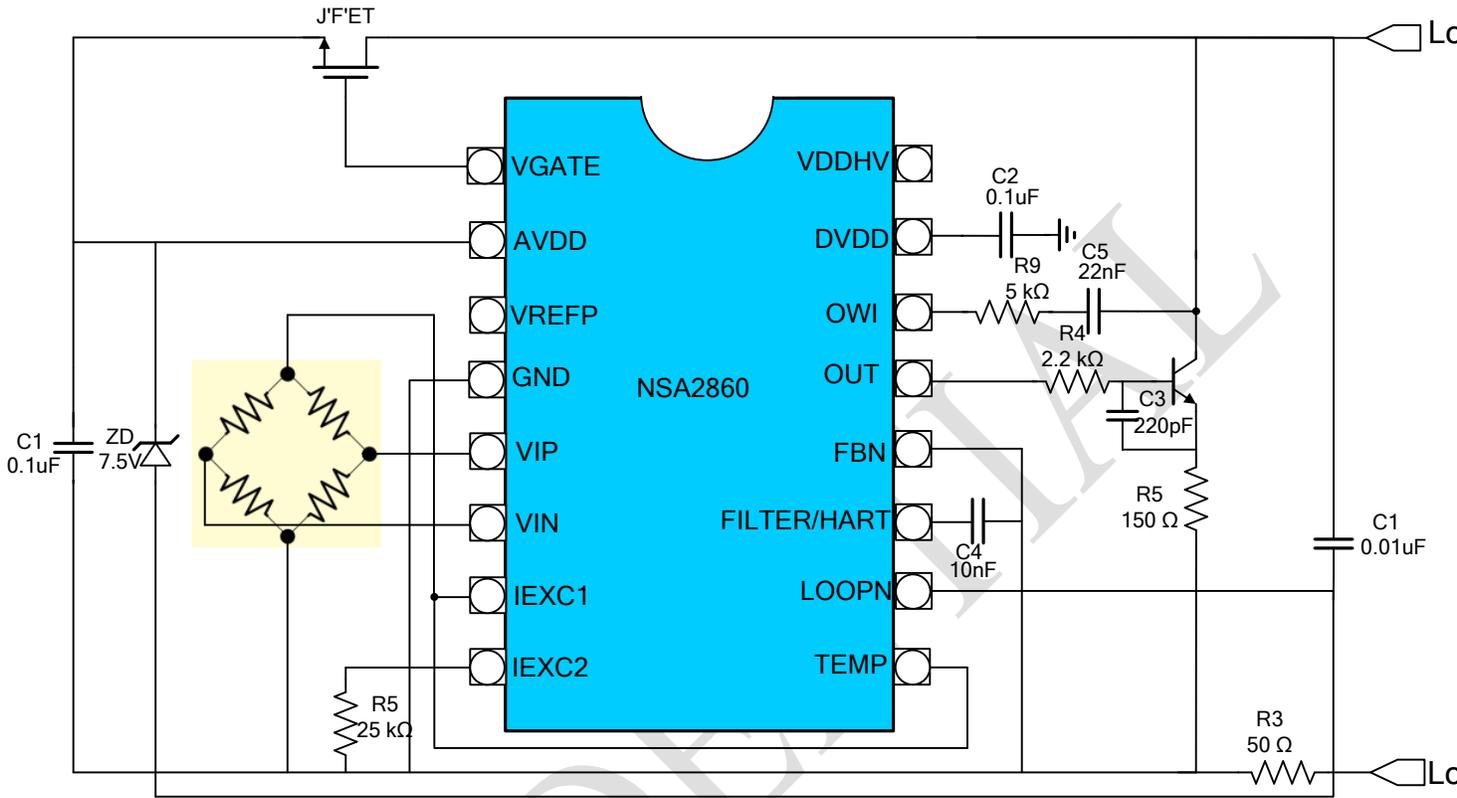

图 7.3 4~20mA 输出压力变送器(JFET)
1.3	<ol style="list-style-type: none"><li>1. 修改TSSOP20的两个引脚号, 把LOOPN和FILTER/HART的引脚号对调</li><li>2. 修改图7.3,7.4,7.6,7.7中齐纳管的接法, 把齐纳管的一端连接到LOOPN</li><li>3. 增加ODR_T的寄存器描述: 在TCH disable时, PADDC的负参考电压从引脚TEMP输入, 同时把引脚名VTEMP统一改成TEMP</li><li>4. 修改寄存器名字的大小写, 统一改成大写</li><li>5. 修改图4.10, 参考电压从1.25V改成1.2V</li><li>6. 修改T0寄存器位宽和描述, 增加KTS寄存器</li><li>7. 修改COMMAND寄存器描述</li></ol>